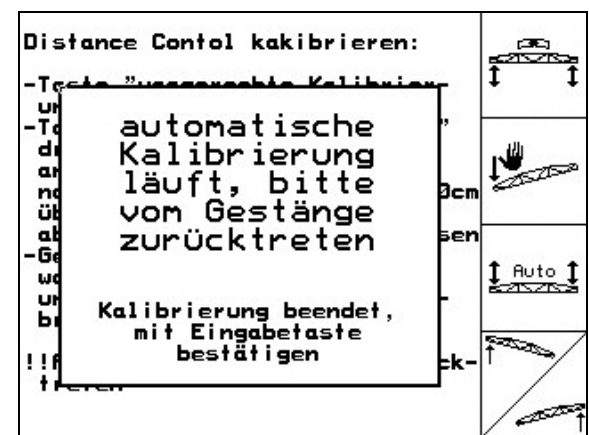

Fig. 32
- Ist die automatische Kalibrierung beendet, zeigt der Rechner dies an (Fig. 32).